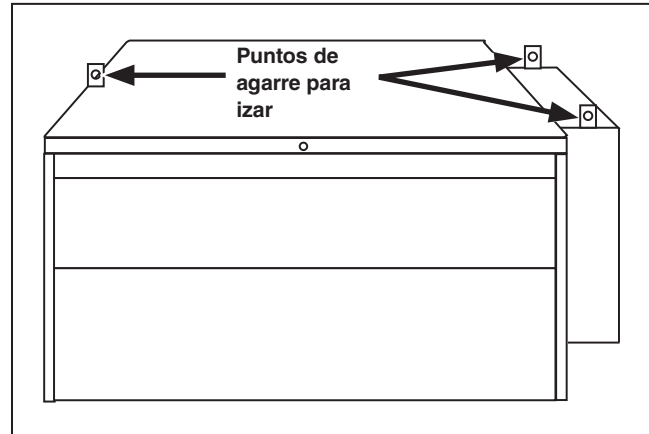
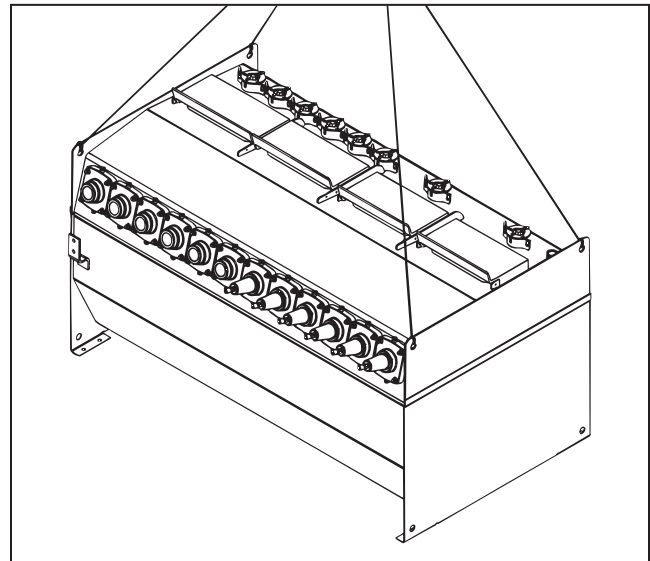
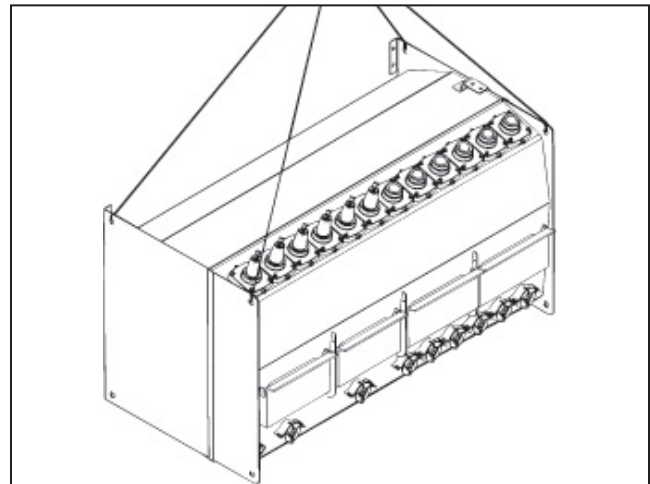
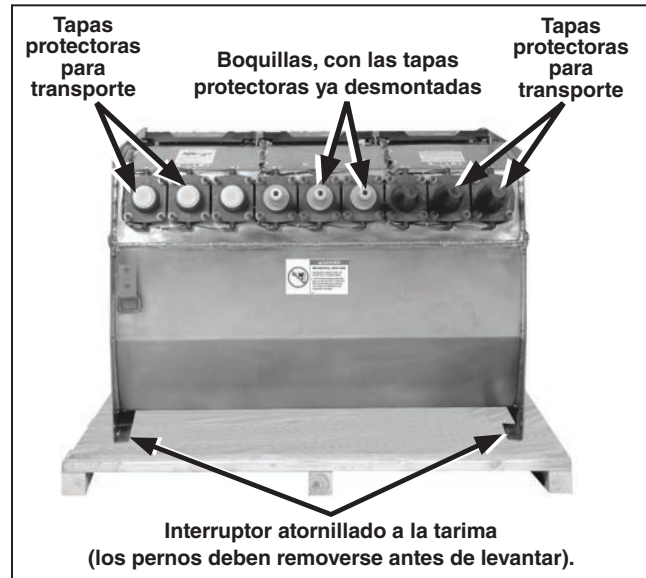

Figura 1. Gabinete para estilo de montaje en pedestal.
Figura 2. Un tanque correctamente suspendido para el estilo típico de montaje tipo pedestal y UnderCover.
Figura 3. Un tanque correctamente suspendido para el estilo típico montado en bóveda.
Figura 11. Un tanque de interruptores Vista atornillado a una tarima para su envío (se muestra la unidad manual con fines ilustrativos).
PASO 1. Utilice eslingas de izar de 6 pies (183 cm) o más con longitudes iguales para evitar dañar el gabinete o el tanque durante el izamiento. Acomode las eslingas de izar para distribuir las fuerzas de levantamiento equitativamente entre la orejas de agarre. Evite los tirones y jalones repentinos. Ver Figura 1, Figura 2, Figura 3 en esta página y la Figura 4, Figura 5, y la Figura 6 en la página 9.
- PASO 2.** Desatornille el tanque de la tarima y elévelo por encima del pedestal de montaje, respetando las medidas de precaución que se dan en la sección “Manejo” en la página 8. Ver Figura 11. Utilice un método de levantamiento de cuatro puntos para balancear el equipo correctamente. Ver Figura 2 en la página 8.